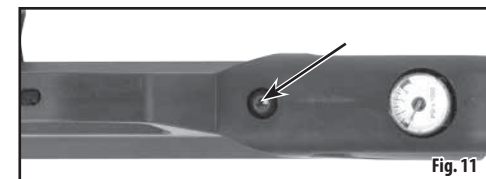

Fig. 11
3. Quite el tornillo de la culata (Fig. 11) (con una llave Allen de 3/16") para separar la culata de la acción.
5. **Tiro del gatillo** Con una llave Allen de 1/8" gire el tornillo de ajuste (A) a la derecha para aumentar el peso de tiro del gatillo y hacia la izquierda para reducirlo. Este ajuste no afectará el enganche de la barra del trinquete.
6. **Posición del gatillo** Con una llave Allen de .050" se puede ajustar la posición del gatillo en reposo. Gire el tornillo (D) hacia la derecha para mover el gatillo hacia atrás y a la izquierda para moverlo hacia adelante. Este ajuste podría afectar el enganche de la barra del trinquete y por tanto podría permitir que el rifle se dispare si se deja caer o se sacude.
7. **Etapas del gatillo** Se pueden hacer cambios a la posición y longitud de la primera y segunda etapas del movimiento del gatillo utilizando una llave Allen de .050" para el ajuste de los tornillos (B) y (C). Estos ajustes podrían afectar el enganche de la barra del trinquete y por tanto podrían permitir que el rifle se dispare si se deja caer o se sacude.
- El tornillo (B) cambia la primera etapa. Girar el tornillo (B) a la derecha aumentará la longitud de la primera etapa y disminuirá el enganche de la barra del trinquete.
- El tornillo (C) cambia la segunda etapa. Girar el tornillo (C) hacia la derecha hará que la segunda etapa ocurra antes, mientras que girarlo hacia la izquierda hará que la segunda etapa se produzca más tarde.
8. El ajuste de los tornillos (B) y (C) debe hacerse en armonía uno con otro, dado que trabajan juntos para crear el perfil del gatillo.
2. El rifle de aire puede ajustarse para diversas velocidades mediante el ajuste del tornillo de medición de la válvula. Esto exigirá que se quite la culata. Quite los tornillos de la culata (Fig. 11) (con una llave Allen de 3/16") para separar la culata de la acción. Recuerde que la acción está presurizada. Manténgala apuntada en una dirección segura.